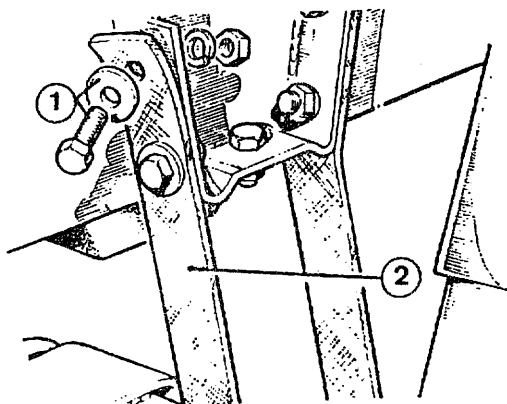

Fig. 05.2-1
Conecte las correas limitadoras (2) (Fig. 05.2-1) fijadas con sus tornillos y arandelas.